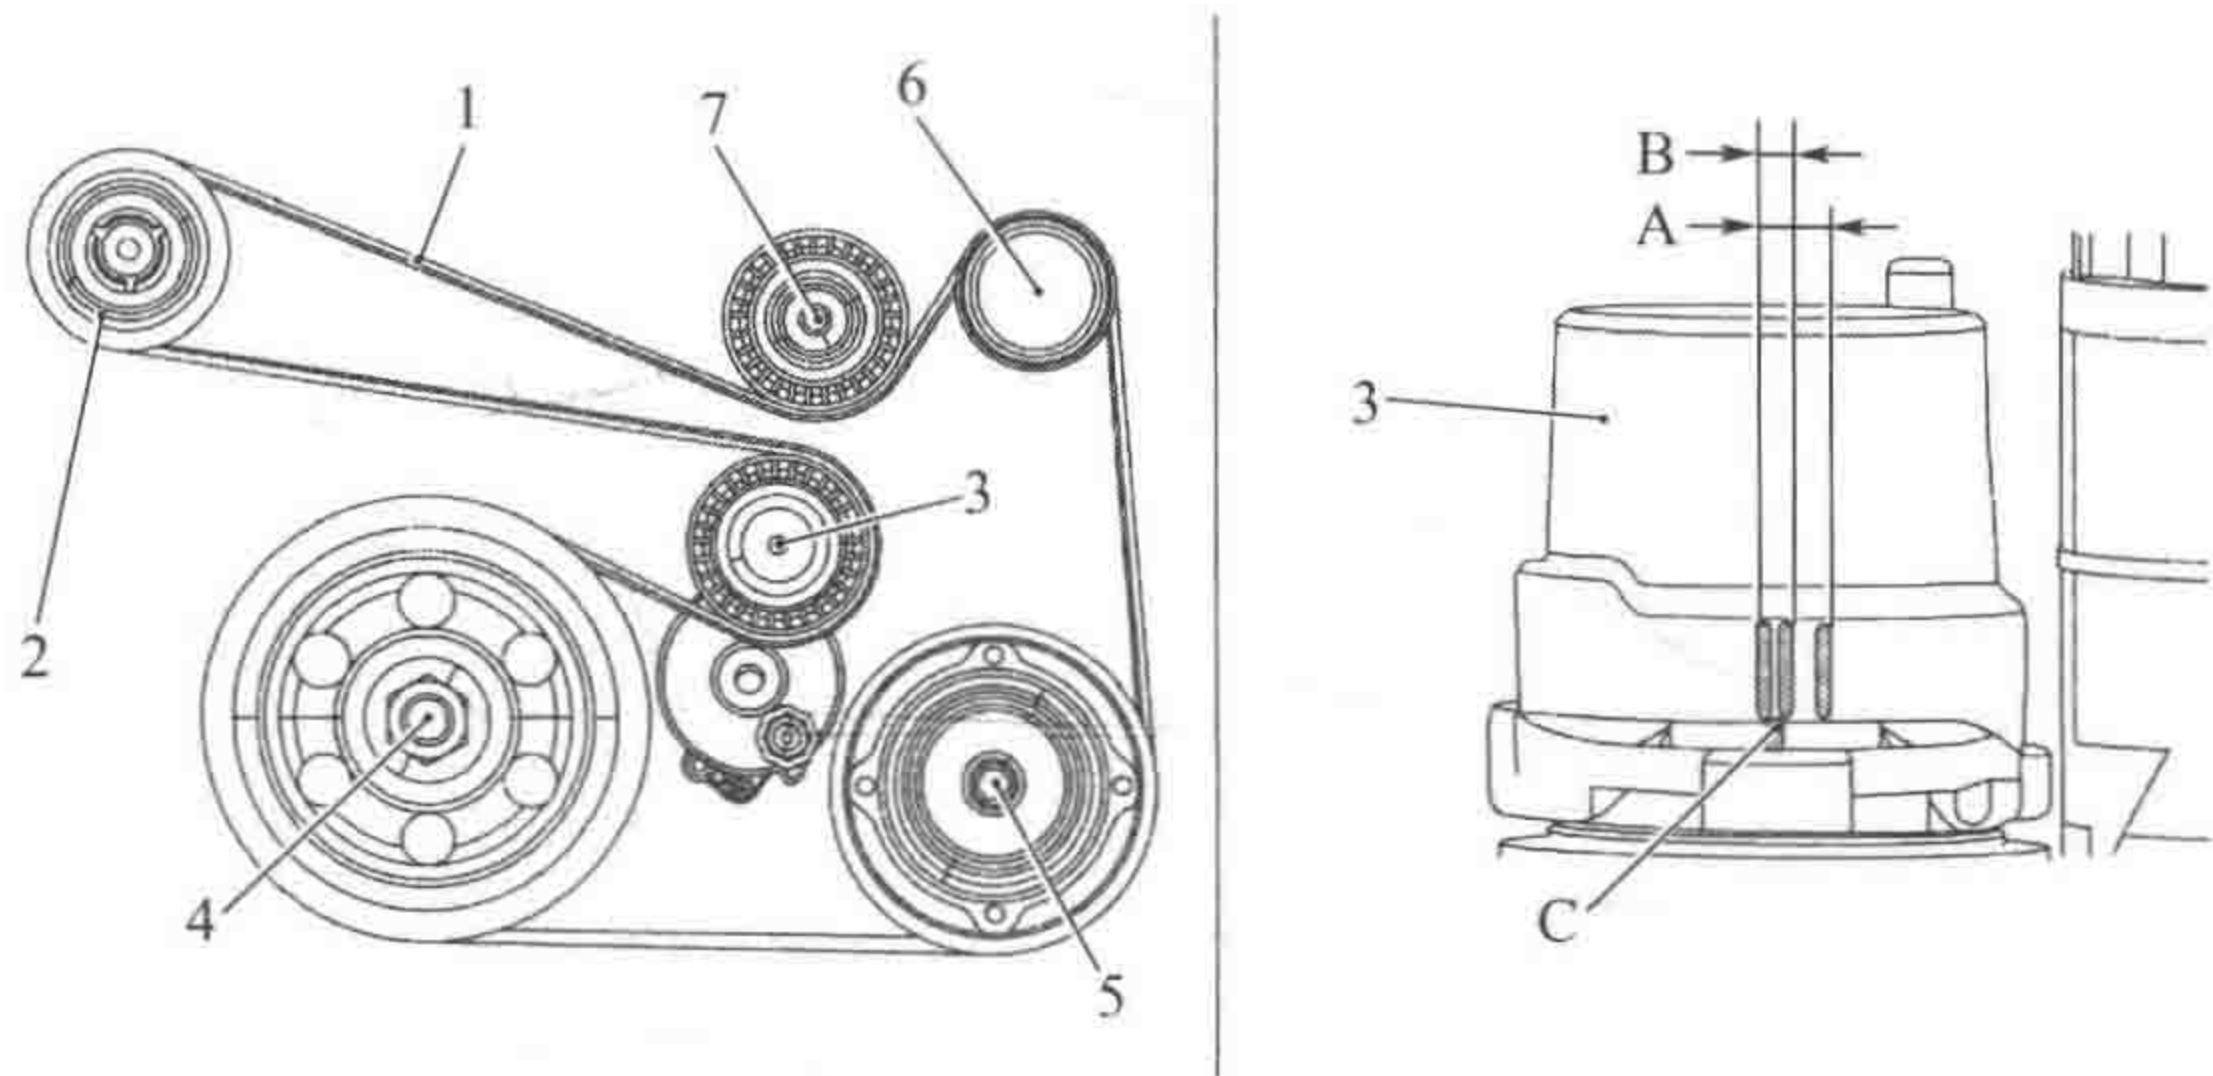

图 1-9 2.0L 涡轮增压汽油机的驱动皮带分解图
- 2. 0L 涡轮增压汽油机的驱动皮带分解图如图 1-9 所示。